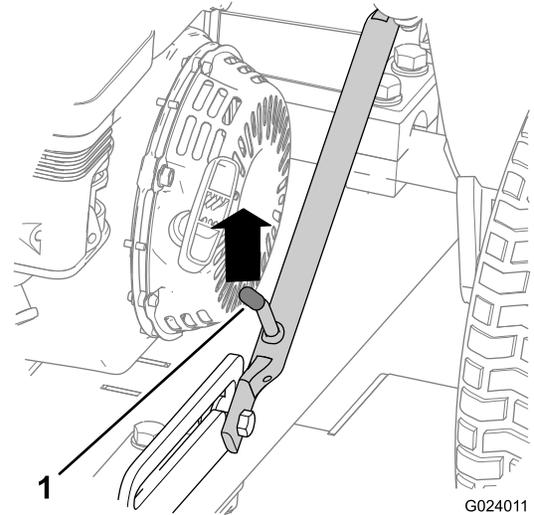
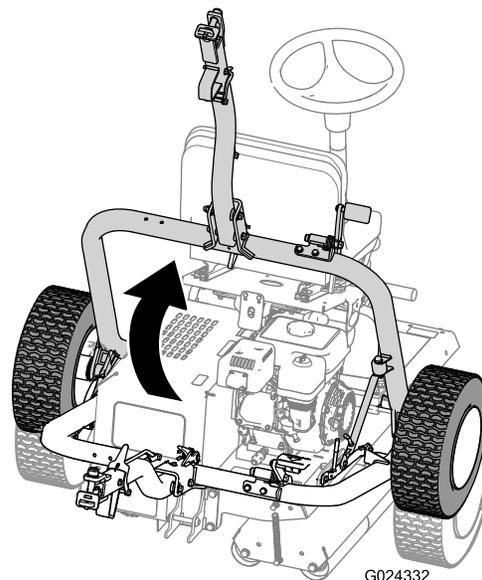

Figura 16
Figura 20
- A. Empuje la barra de tracción hacia arriba hasta que la palanca de cierre se desenganche de la muesca de la guía (Figura 16).
D. Levante la barra de tracción (Figura 20) hasta que la palanca de cierre se bloquee en la muesca de la guía (Figura 16).